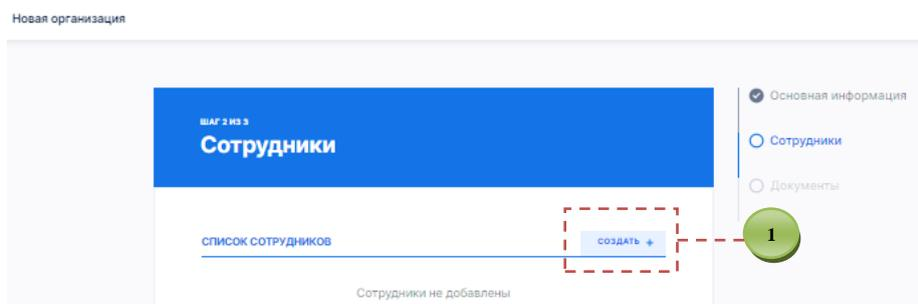

Рисунок 20. Форма внесения информации о сотрудниках организации
2. В закладке «Сотрудники» Пользователь вносит информацию по сотрудникам организации нажатием на кнопку «Создать +» **1** (рис. 20).